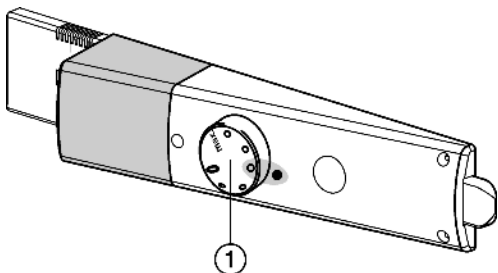

Fig. 2
- ▶ Tourner le régulateur de température *Fig. 2 (1)* vers la droite de la position 0 au point 3.
- ▶ Tourner le régulateur de température *Fig. 2 (1)*.